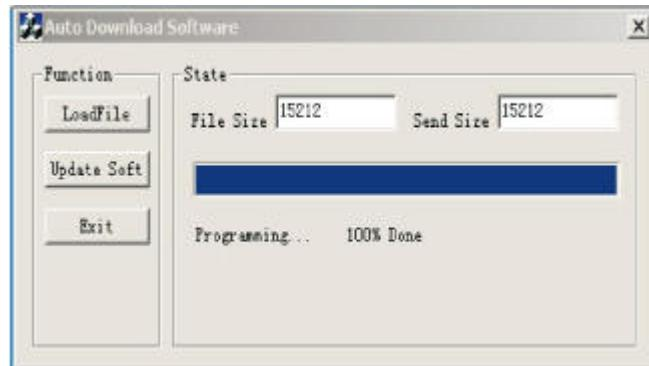

Figure 6
4. Si l'actualisation a été un succès, comme sur la figure 6, l'équipement est réinitialisé.